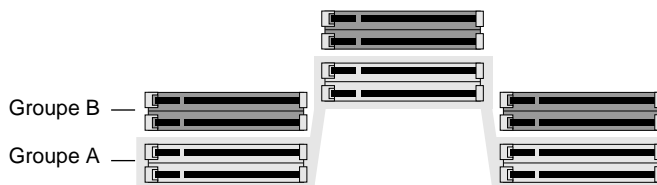

Figure 3-2 Identification des groupes d'emplacements des barrettes mémoire DIMM
5. Identifiez les groupes d'emplacements (A et B) des barrettes mémoire DIMM, comme indiqué à la Figure 3-2. Ces groupes sont divisés en trois rangées verticales, dotées chacune de deux emplacements.